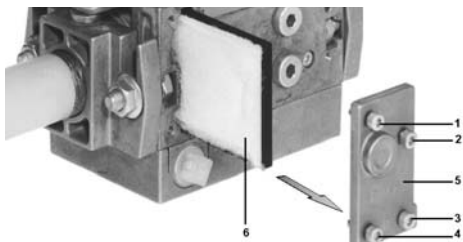

Рис. 35
- 2 Отвинтите винты 1 ÷ 4 шестигранным ключом № 3 и снимите крышку фильтра 5 на Рис. 35.